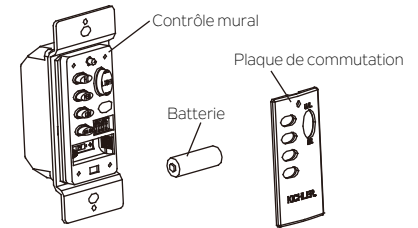

Fig. 14
Étape 3. Installer la batterie 23A 12V (incluse) avec le système de contrôle mural et s'assurer qu'elle est correctement installée. Remettre la plaque de commutation en place. (Fig. 14)